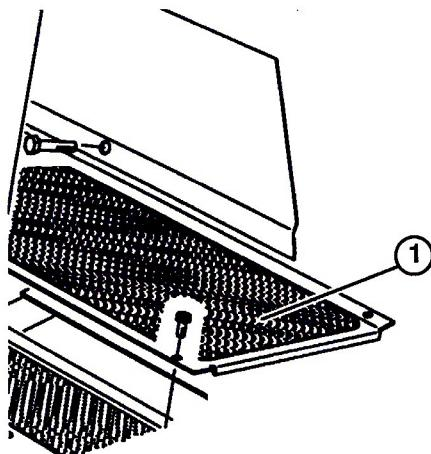

図5
1. フロア・パネルの左前隅の固定ボルトを取り外す(図5)。
2. 付属部品のフランジヘッド・キャップスクリュ(5/16 × 5/8 in)を取り付ける(図5)。